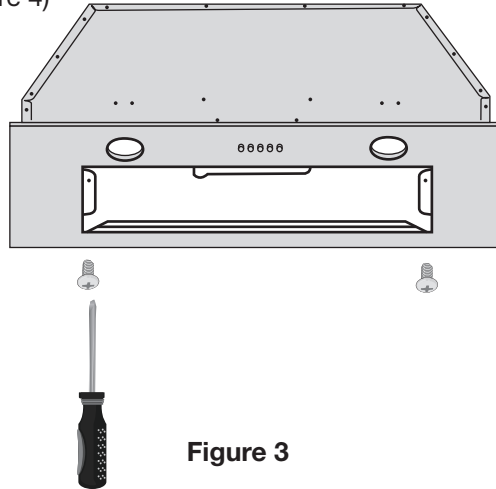

Figure 3
- Retirez les filtres, les lampes à halogène et le couvercle de la hotte. (Voir figure 3)